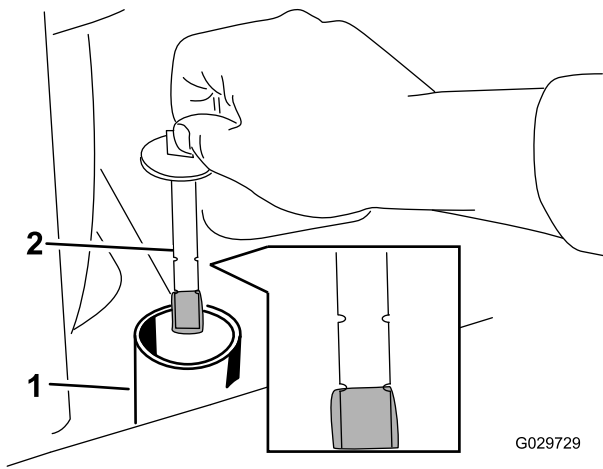

Рисунок 57
4. Снимите крышку гидравлического бака и извлеките погружной шуп (Рисунок 57).